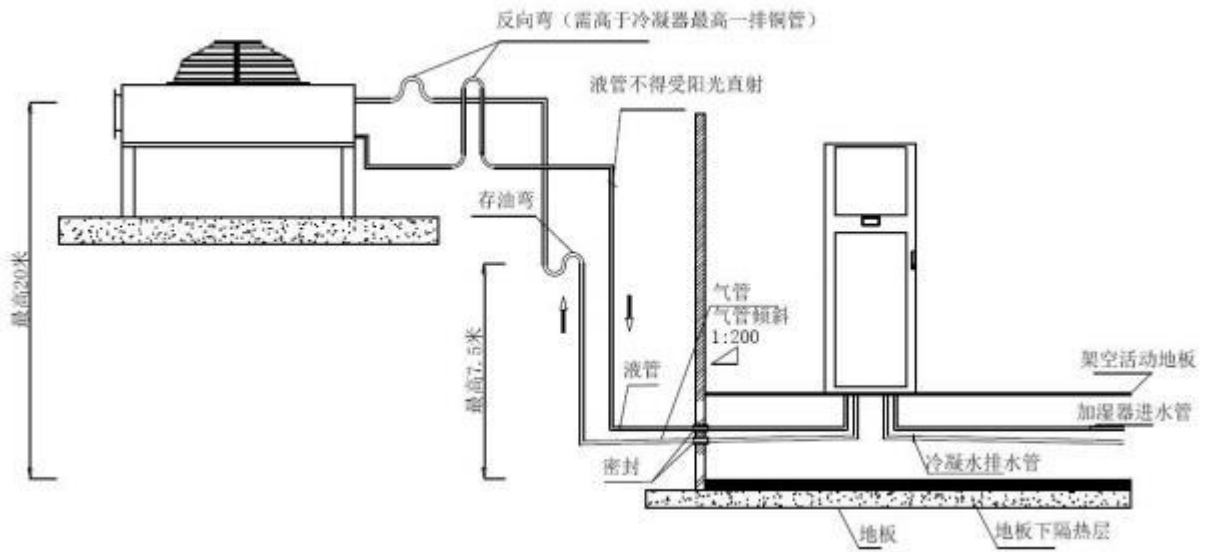
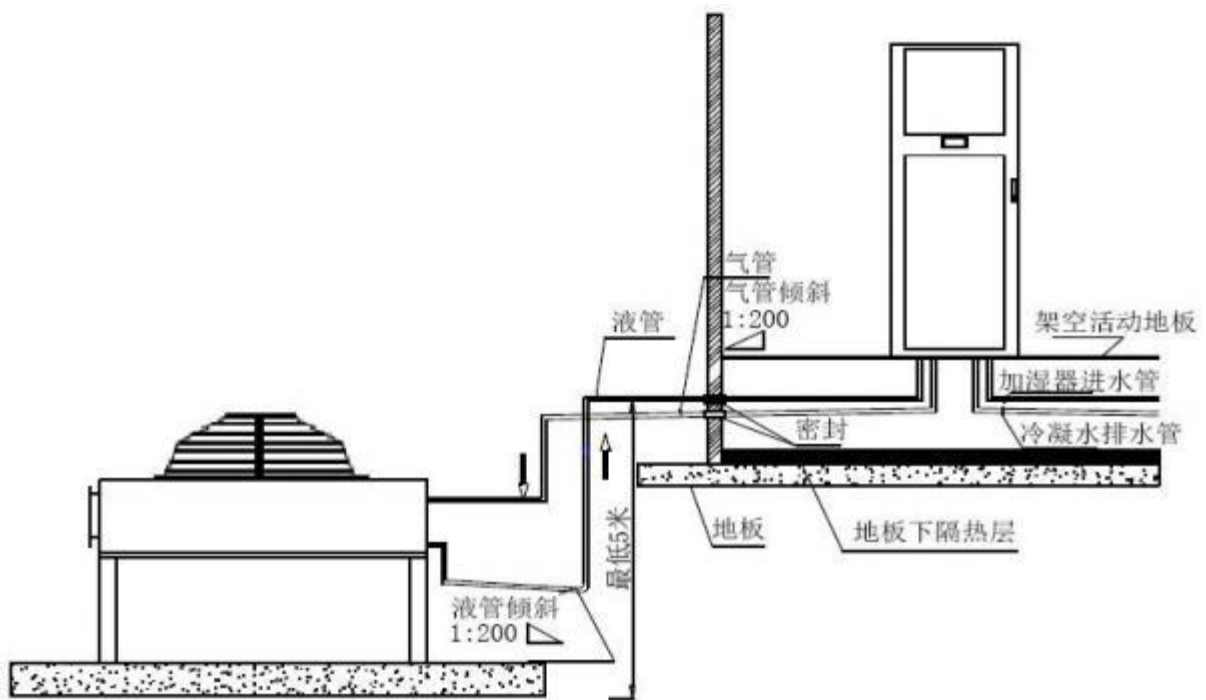

图 2.3.2 冷凝器高于压缩机的安装示意图
图 2.3.3 压缩机高于冷凝器的安装示意图
风冷机组安装方式见图 2.3.2 和图 2.3.3。
1. 冷凝器高于压缩机时（见图 2.3.2），注意在冷凝器的进气管和出液管上加装反向弯，避免停机时液态制冷剂的回流；